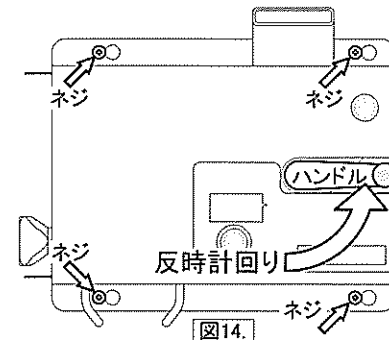

図14.
- ② 上カバーLH上部のハンドルを反時計回りいっぱいに回し、本機に向かって右方向(図14.)の位置にしてください。
- ③ 上カバーLHのネジ4箇所(図14.)を市販のプラスドライバーで4~5回転緩めます。